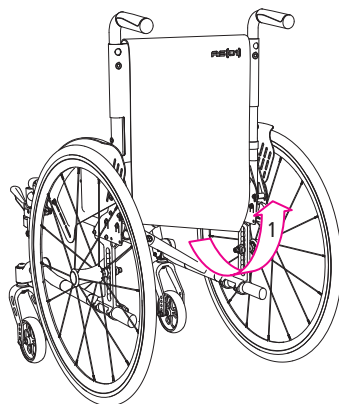

Abb.4
1. Lösen Sie zunächst den Klettverschluss am unteren Ende des Rückenpolsters (unter der Sitzfläche) (1, Abb. 4).